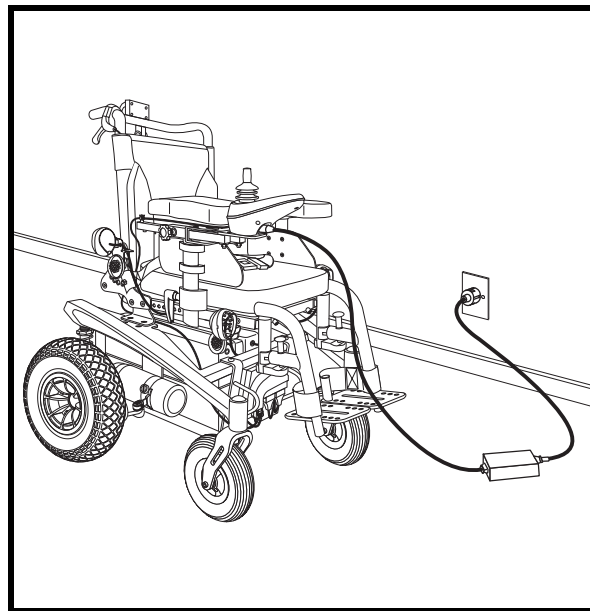

Figure 26. Recharge des batteries
3. Branchez le chargeur externe dans le réceptacle du chargeur/programmation sur le module de contrôle. **Voir la figure 26.**